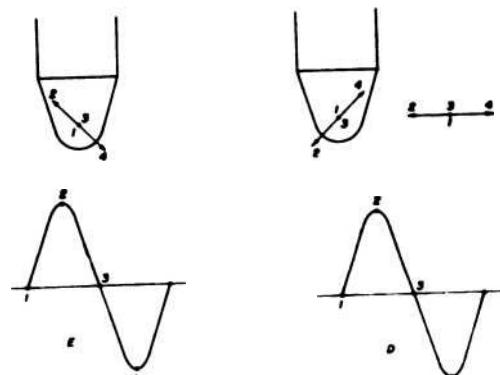

Fig. 10
a) Comecemos pelo caso mais simples e suponhamos que os dois canais recebam duas informações idênticas (fase e amplitude idênticas). Os movimentos do estilete gravador e da agulha reproduutora tomarão então a forma de uma vibração lateral, (fig. 10).